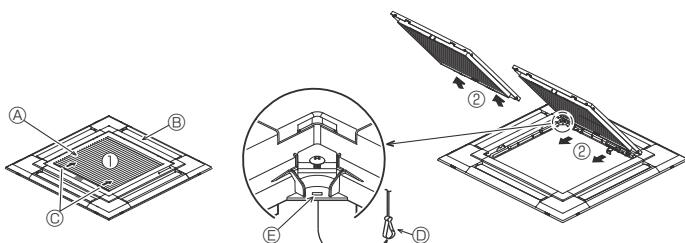
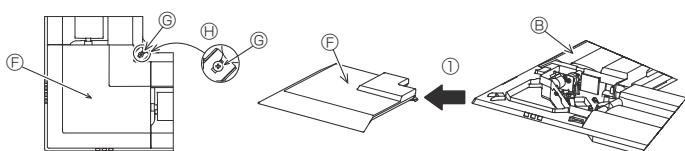

Fig. 9-3
Fig. 9-4
9.2.1. Demontering av insugsgrillen (Fig. 9-3)
- Skjut armarna i den riktning som visas på pilen ① för att öppna grillen.
- Med insugsgrillen i läge "öppen", ta bort gångjärnen på insugsgrillen från grillen som visas med pilen ②.
9.2.2. Demontering av hörnpanel (Fig. 9-4)
- Lossa de 4 skruvarna på hörnpanelen. Skjut hörnpanelen i pilens riktning ① i figuren och ta bort hörnpanelen.
[Fig.9-3] [Fig.9-4]